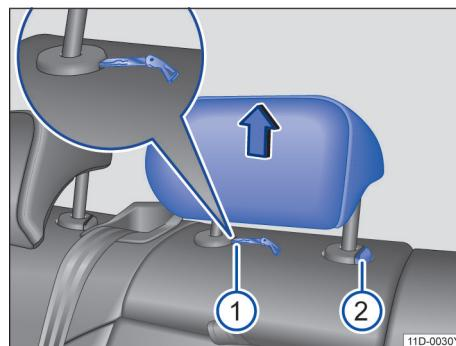

图 62 拆卸和安装后排头枕
- 将打开的汽车钥匙头或螺丝刀插入护套的槽内→图62①。
- 同时按压按钮→图62②，另一人将头枕完全拔出。
- 按住按钮→图62②向下移动头枕。